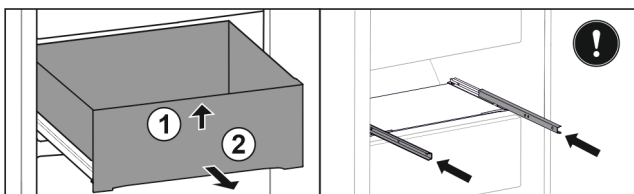

Fig. 28*
- ▶ Eleve la parte frontal del cajón Fig. 28 (1)*
- ▶ Extráigalo hacia delante Fig. 28 (2)*